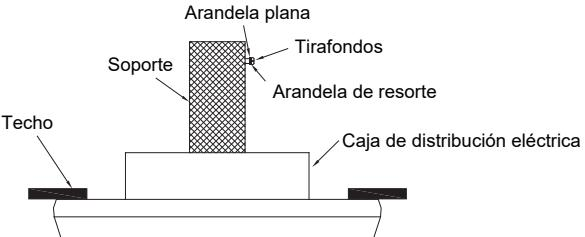

Fig. 7
Paso 1. Inserte un tirafondos y arandelas en el costado del soporte que sujetla la caja de distribución eléctrica. Deje un espacio de 3 mm (1/8") entre el soporte y la arandela (Fig. 7).